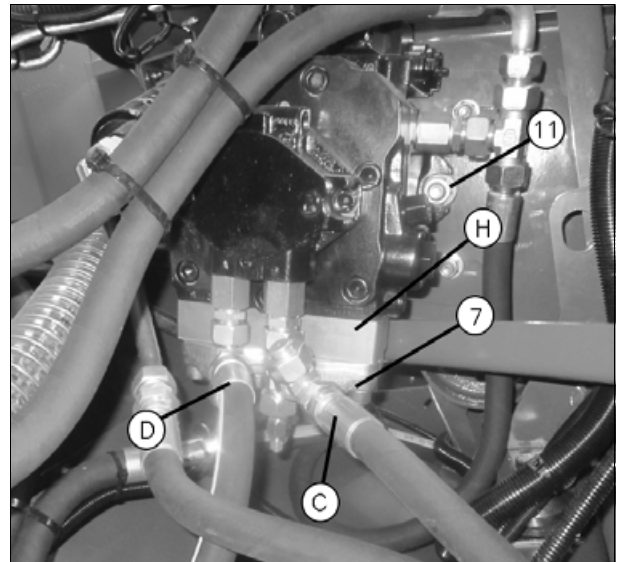

Рис. 4.
11. Отверните крепежные болты насоса рис. 4.